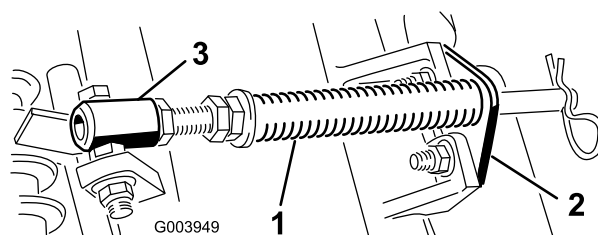

図 5
- A. カッティングユニットのタブにロッドブラケットを固定しているキャリッジボルト2本を外す 図 5。
- B. スプリングチューブのボルトをキャリアフレームのタブに固定しているフランジナット 図 5 を外す。アセンブリを取り外す。